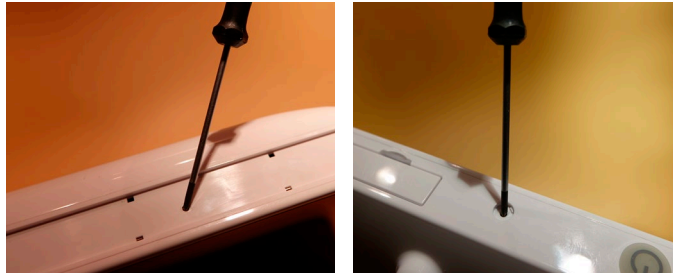

Abbildung 6 Entfernen der Schrauben
e) Entfernen Sie die Schrauben an allen vier Kanten der Visualisierungseinheit (Abbildung 6)